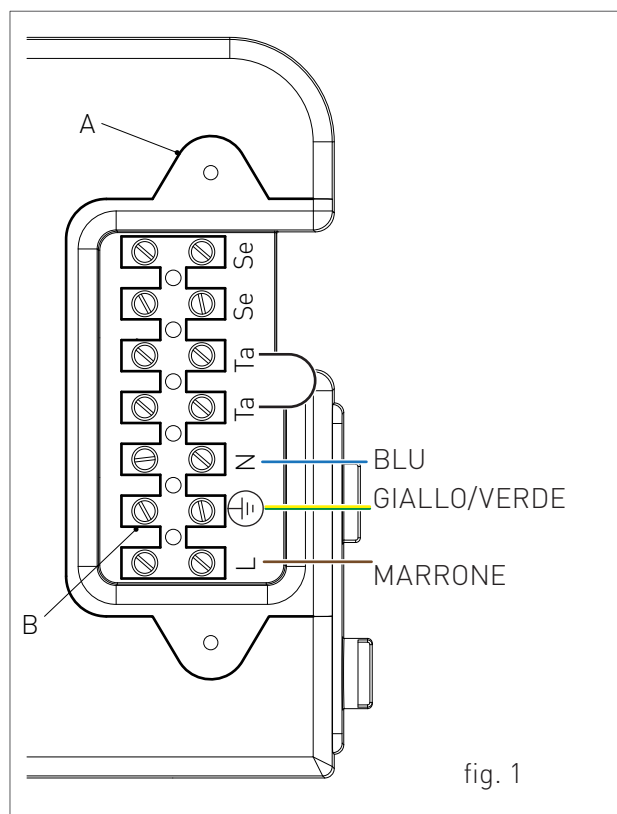

fig. 1
- > svitare le due viti e rimuovere il piastrino "A" (vedi fig. 1).
- > una volta rimosso il piastrino effettuare i seguenti collegamenti sulla morsettiera "B" (vedi fig. 1):
È necessario passare i cavi all'interno della caldaia attraverso i passacavi 'P1' e 'P2' posti sotto la dima (vedi fig. 1). A tal fine bisognerà eseguire un foro sul passacavo, dal diametro leggermente inferiore rispetto al cavo, in modo che non passi l'aria.